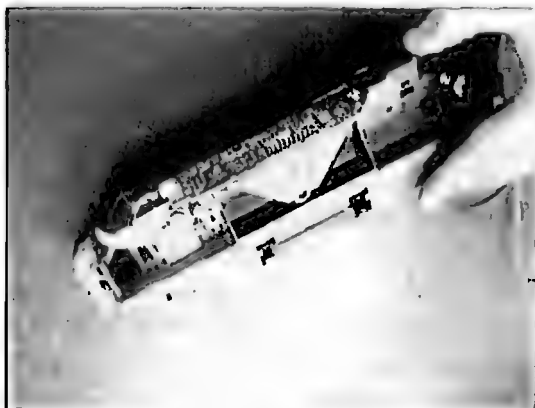

Рис. 9.19
- Снимают головку сканера с металлического стержня. Ее внешний вид показан на рис. 9.19.